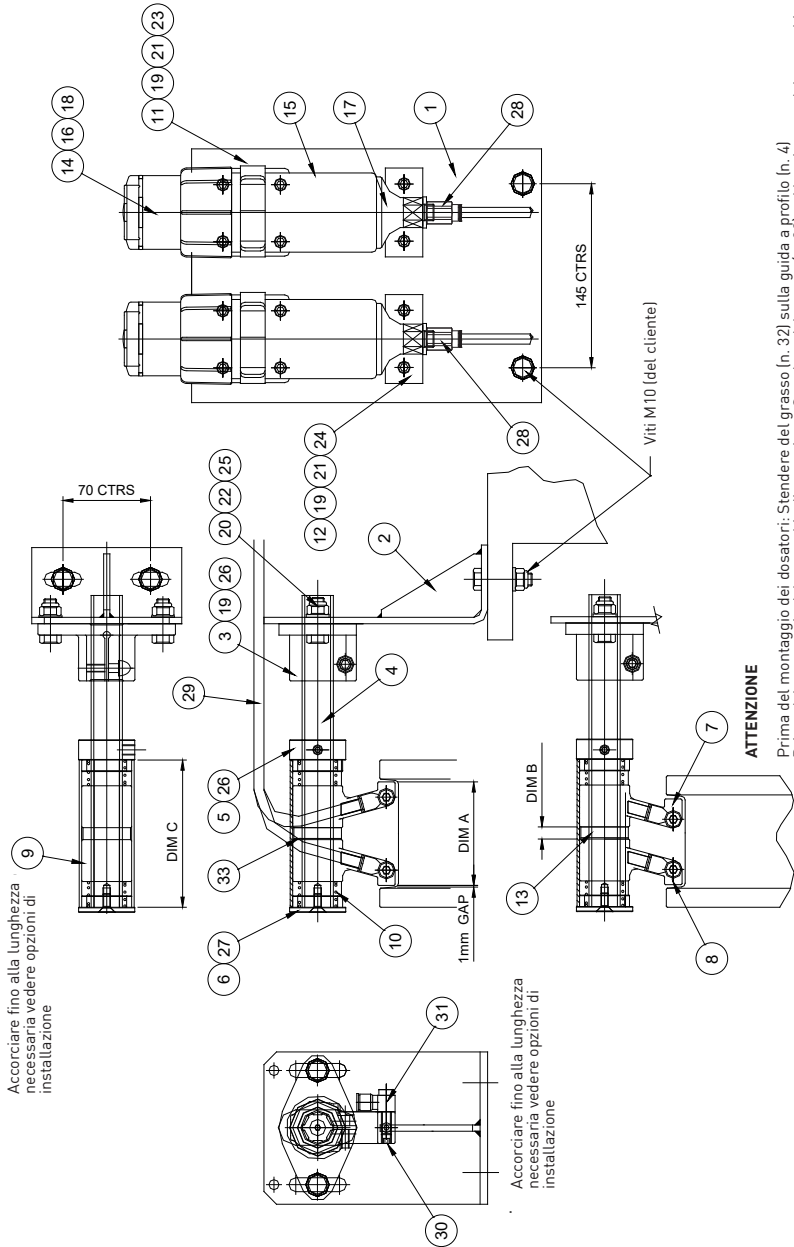

Figura 2
- Montate gli elementi del perma CWL PLUS SET secondo il disegno (figura 2 + tabella 1).
- Posizionate il perma CWL PLUS dispositivo e segnate i fori per gli angolari di montaggio delle guide a profilo (n. 2, figura 2). Eseguite i fori in modo adatto al fissaggio M10.